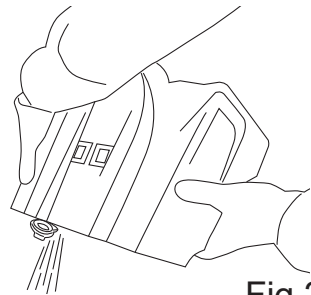

Fig.27
- Vacíe el depósito (Fig. 27).